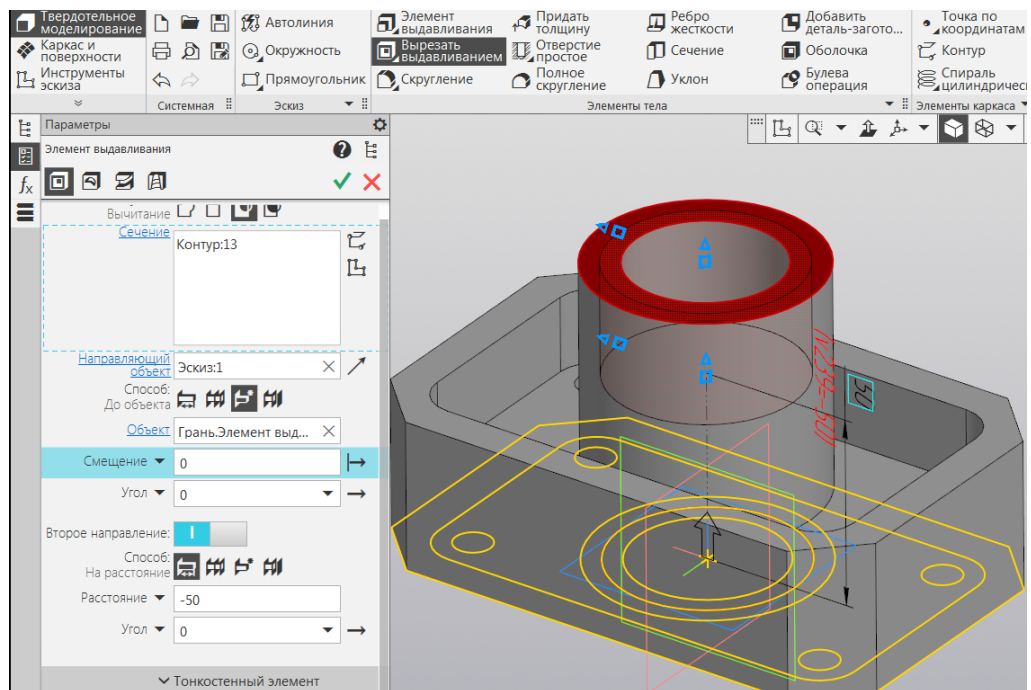

Рисунок 26 – Создание отверстия диаметром 50 мм с отступом от плоскости эскиза на 50 мм
17. Аналогично процедуре вычитания полости основания выполняется формирование двух отверстий в цилиндре с помощью опции Вырезать выдавливанием (рисунок 26).